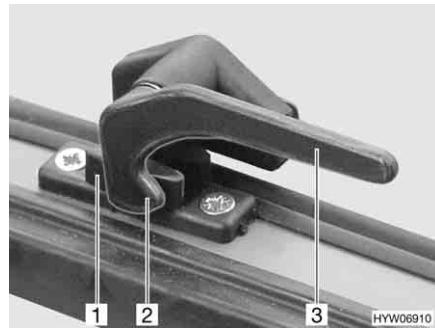

Fig. 27 Leva di serraggio in posizione "Chiuso"
Apertura: ■ Ruotare la leva di serraggio (Fig. 27,3) di un quarto di giro verso il centro della finestra.
■ Ruotare la leva di serraggio (Fig. 27,3) di un quarto di giro verso il telaio della finestra. Il nasello di chiusura (Fig. 27,2) si trova sul lato interno della chiusura della finestra (Fig. 27,1).
- In posizione "completamente chiusa" (Fig. 27).